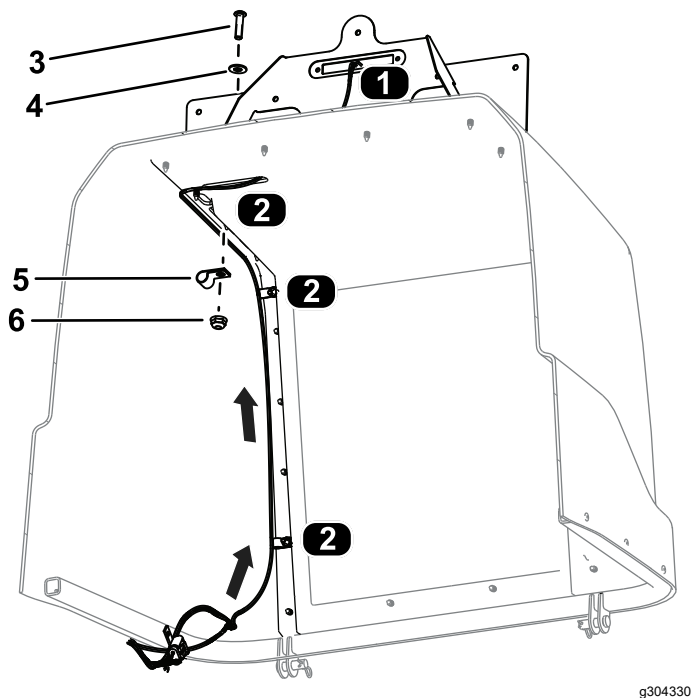

Figura 38
9. Dirijai conectorul cablajului etichetat LUMINĂ PLĂCUĂ DE ÎNMATRICULARE (J01, J02) prin capotă i conectai-l la lumina plăcui de înmatriculare (Figura 38).
10. Fixai cablajul la capotă folosind 3 uruburi hexagonale (¼ x 1"), 3 aibe plate, 3 clemă i 3 piulie cu guler (¼") aa cum se arată în Figura 38.